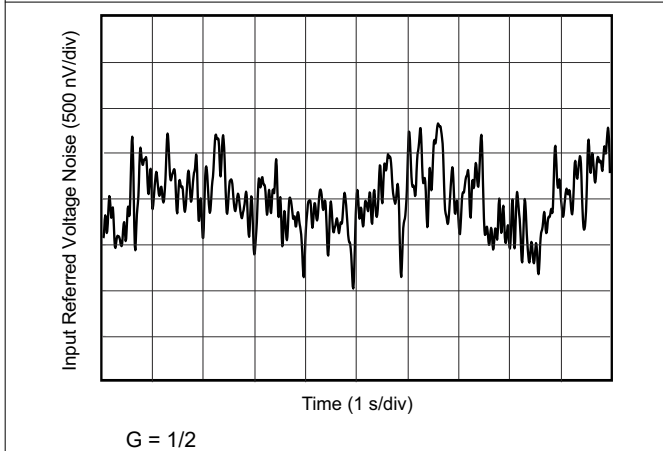

图 7-35. 0.1Hz 至 10Hz RTI 电压噪声
0.1Hz 至 10Hz RTI 电压噪声 - $G = 1/2$	图 7-35